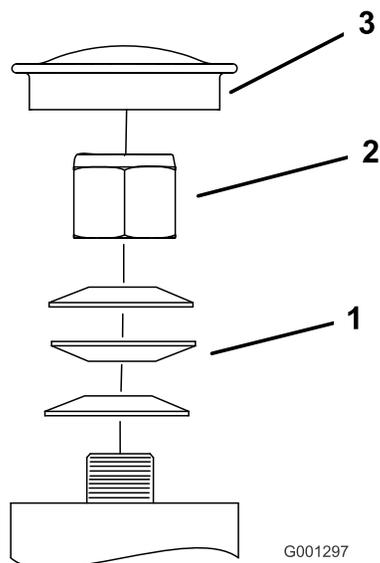

Figura 56
3. Togliete il coperchietto antipolvere dalla ruota orientabile e serrate il dado di bloccaggio (Figura 56).
4. Serrate il dado di bloccaggio finché le rondelle elastiche non sono piatte, quindi allentate di un quarto di giro per mettere punto il precarico sui cuscinetti (Figura 56).
**Importante:** Verificate che le rondelle elastiche siano correttamente montate, come riportato nella Figura 56.
5. Montate il coperchietto antipolvere (Figura 56).